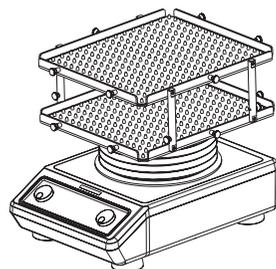

Abbildung 2
2. Setzen Sie die Plattformstützen an Position A1 bis A4 zwischen die beiden Plattformen wie in Abbildung 2.